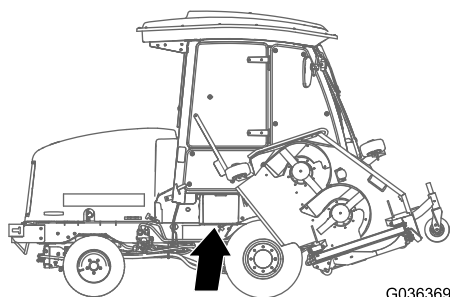

図 95
1. バッテリーカバーを開いてシュラウドの上に置く 図 95。
**注** バッテリーカバーの上部の平らな面を下向きに押すとカバーを簡単に外すことができます 図 95。